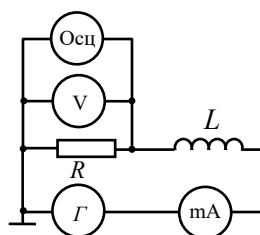

Рис. 1. Электрическая схема установки
Электрическая схема установки показана на рис.1. Переменное напряжение подается с выхода генератора «Г» на катушку и включенный последовательно с ней резистор сопротивления R . Эффективное значение U_R напряжения на резисторе измеряется вольтметром «V». Ток в цепи рассчитывается по формуле:
а также измеряется миллиамперметром «mA». В качестве вольтметра и миллиамперметра в работе используются мультиметры. Один из этих приборов будем условно называть миллиамперметром (обозначен "mA" на рис. 1), другой – вольтметром.
2. Зарисуйте в тетради электрическую схему установки (рис.1).